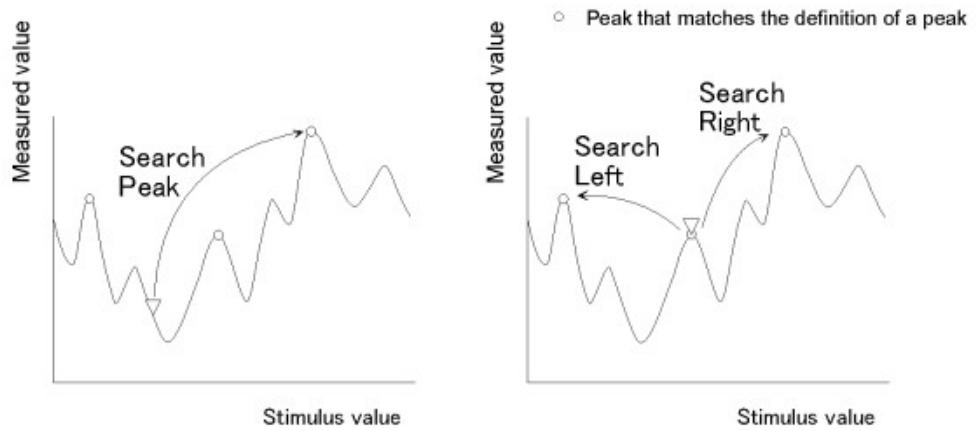

Рис. 1.25. Поиск положительного пика на графике
- Поиск справа (**Search Right**) Выполняется поиск справа от маркера, затем маркер перемещается на первый встретившийся пик. (рис.1.25)